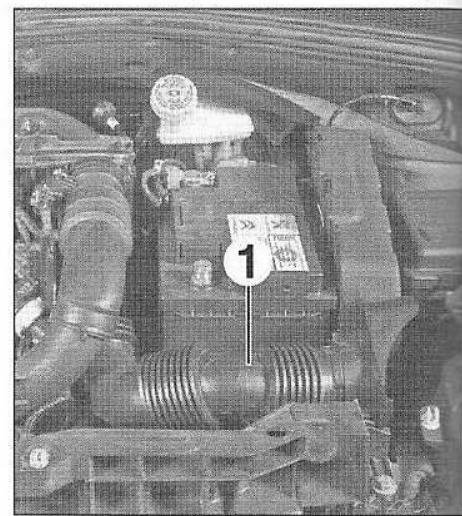

FIG.24
- le conduit d'air (1) (Fig.24),